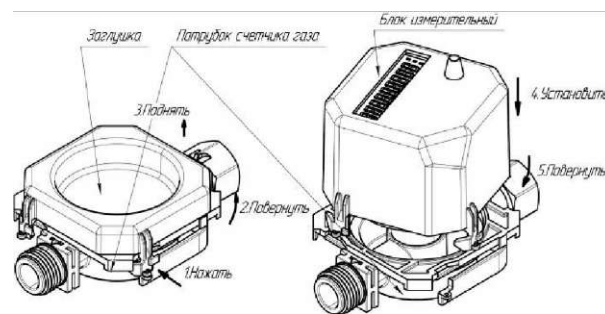

Рисунок 1
6.1 Счетчик газа имеет вариант поставки в виде патрубка с установленной на него заглушкой и блока измерительного (см. Рисунок 1). Это позволяет производить предварительный монтаж патрубка с заглушкой, в помещениях, не переданных владельцу а затем, при передаче помещения владельцу - устанавливать на патрубок блок измерительный.